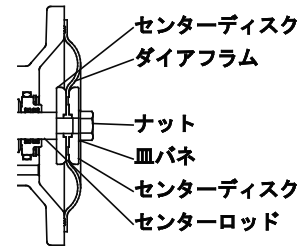

Fig.10.3
- 1) 新しいダイアフラムの組付けをセンターロッドの出ている側から始めてください。Fig.10.3を参照の上、組付順序や部品の方向に注意し、各部品をセンターロッドに組付け、皿パネを入れてナットで固定してください。